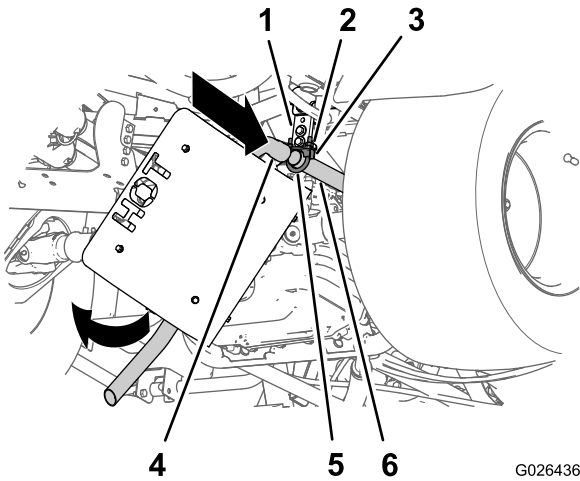
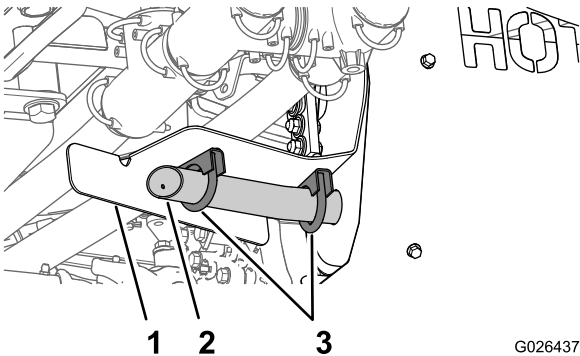

Figura 13
Figura 14
1. Allineate il tubo di ingresso della marmitta con l'estremità aperta del tubo di scarico (Figura 13).
3. Ruotate la marmitta verso l'alto fino a quando il tubo di scappamento della marmitta non è allineato con la staffa del tubo di scappamento (Figura 13 e Figura 14).
4. Collegate il tubo di scappamento alla staffa del tubo di scappamento con 2 morsetti della marmitta (1-1/4 poll.), come illustrato in Figura 14.
5. Serrate i dadi per i morsetti della marmitta nel tubo di scarico e nel tubo di ingresso della marmitta (Figura 13), il tubo di scappamento e la staffa del tubo di scappamento (Figura 14) e la staffa della marmitta e il tubo di supporto del serbatoio (Figura 12) tra 1978 e 2542 N-cm.